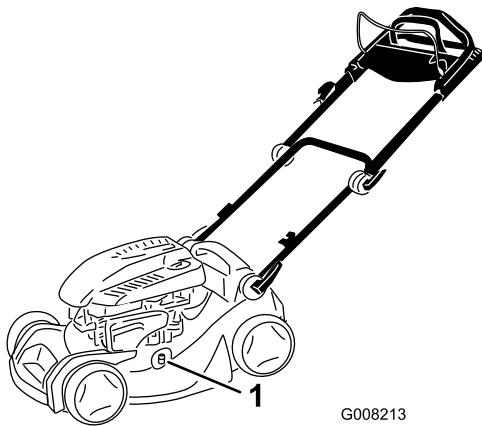

Figura 29
4. Introduzca una manguera de jardín conectada a un grifo en el orificio de lavado de la carcasa del cortacésped (Figura 29).